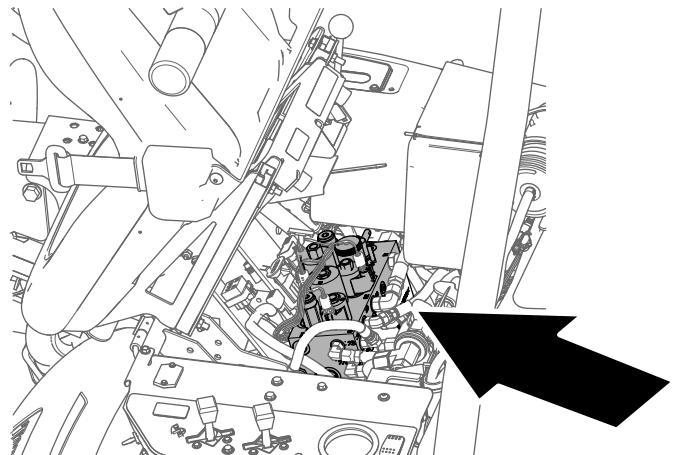

Bild 52
4. Klappen Sie den Bedienersitz hoch und stützen Sie ihn mit der Stützstange ab (Bild 52).